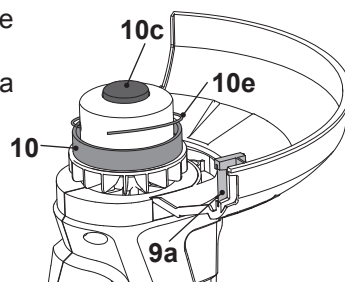

Fig. 13
1. Al tocar el cortador (10c) el suelo, el cabezal de corte (10) liberará los hilos de corte (10e).
2. Los hilos sobrantes serán cortados por la cuchilla (9a) (Fig. 13).